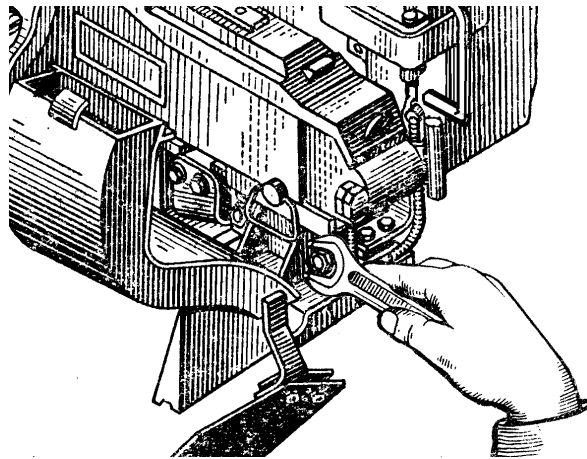

Рис. 106. Регулювання втулок механізму вивірення кулемета ПКТ
- вставити в ствол кулемета ПКТ трубку холодного пристрілювання ТХП-7-19515 і, візуючи через неї, визначити, куди наведене її перехрестя. Якщо перехрестя трубки наведено в чорне коло, можна приступати до стрільби, якщо ні, то, за допомогою механізму вивірення кулемета ПКТ змістити вісь ТХП з точкою наведення (рис. 106) після чого зняти чорне коло з білим хрестом з мішені для пристрілювання;